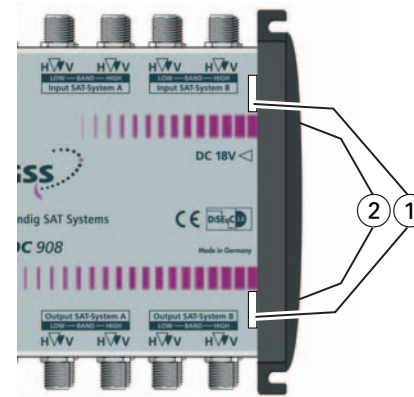

Fig. 1
- Hintere Gehäusehälfte des Netzteils in die Befestigungsschlitze ② des Multischalters einhängen (Fig. 1).
- Schrauben ③ eindrehen (Fig. 1).
- Hook the rear half of the housing of the power pack in the mounting slots ② of the multiswitch (Fig. 1).
- Screw in the screws ③ (Fig. 1).
- Befestigungsschlitze ① im Gehäuse des Multischalters öffnen (Fig. 1).
- Open the mounting slots ① in the housing of the multiswitch (Fig. 1).